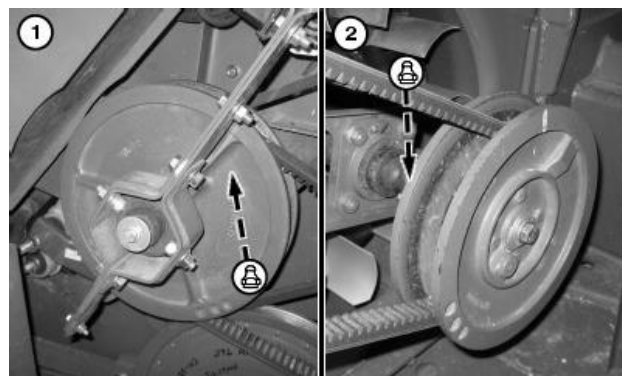

Рис.4.38 – Змащення регульованих верхніх (1) та нижніх (2) шківів вентилятора
2. Змащення регульованих верхніх шківів вентилятора (рис.4.38). Ввести мастило в прес-масльонки на маточині зовнішнього шків. Для доступу до масльонки повернути шків.
3. Змащення регульованих нижніх шківів вентилятора (рис.4.38). Ввести мастило в прес-масльонки на маточині внутрішнього шків. Для доступу до масльонки повернути шків.